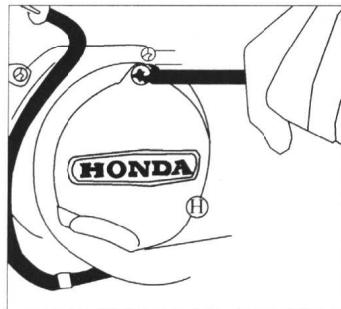

图 1-3 拆除交流发电机盖
- (2) 拆除交流发电机盖，如图1-3所示。
- (3) 转动曲轴直至断电器触点打开到最大间隙为止。